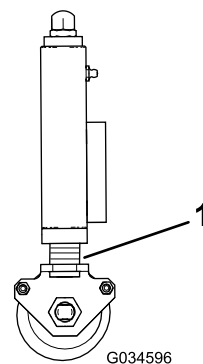

图 7
3. 参照指示环确保所有滚刀组都设置为相同的剪草高度图 7。